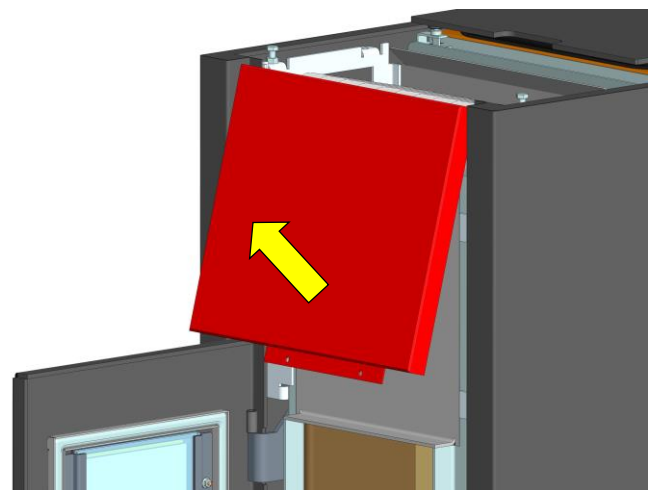

Abb. 23: Abbau obere Verkleidung
3. Obere Verkleidung am unteren Ende wegklappen (Abb. 23) und nach oben entnehmen.